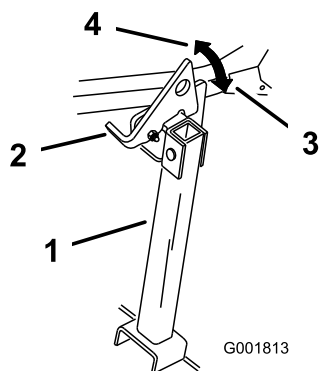

Figura 49
2. Levante el enganche a la posición desbloqueada (Figura 49).